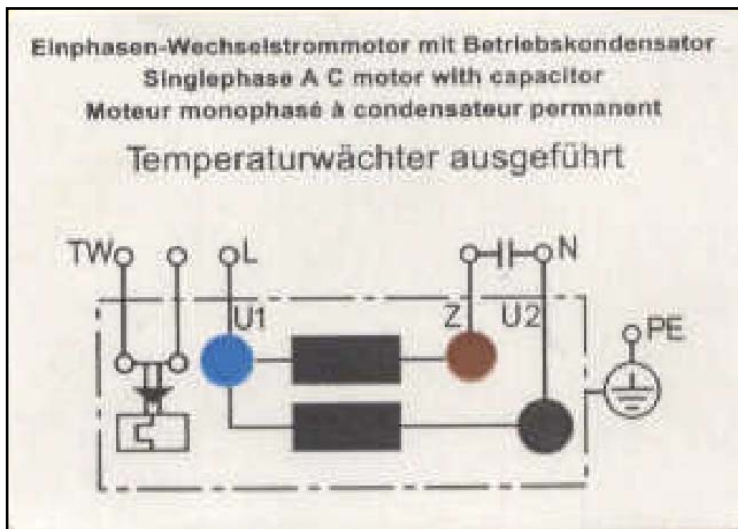

Figura 6.15.
- Figura 6.15. – Schema di collegamento del ventilatore di aspirazione